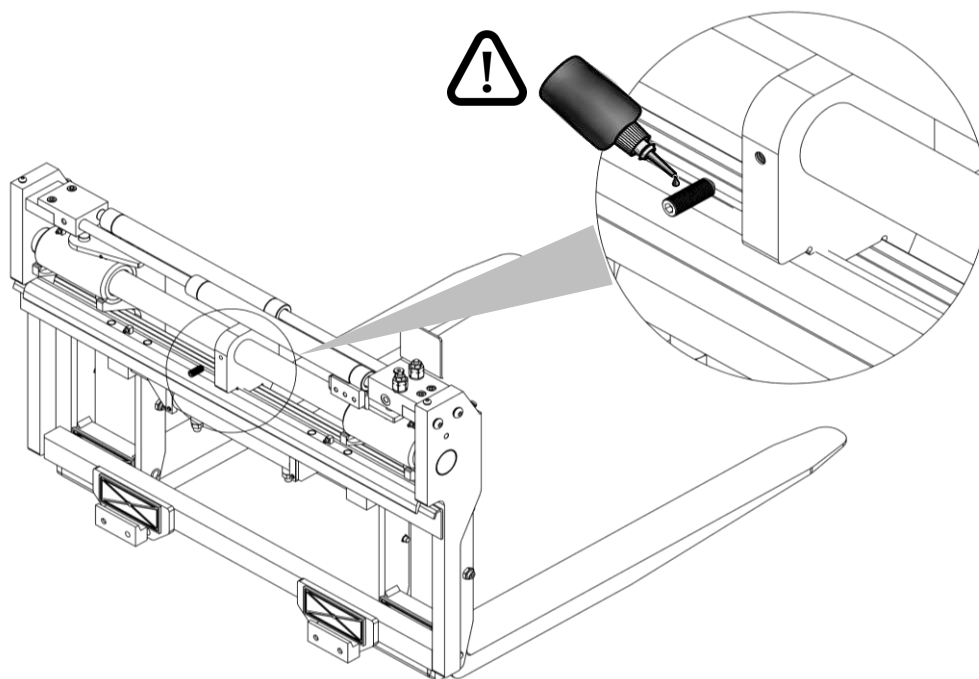

Figura 21
2. Applicare frena-filetti a media resistenza (tipo LOCTITE® 243) sulla filettatura della vite senza testa (vedi *Figura 21*) e serrare applicando le seguenti coppie di serraggio: